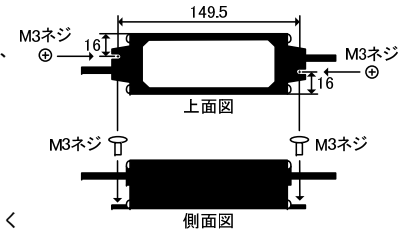

図 3
- 図 3 のように、M3 のネジを適切な締め付けトルク（0.6N・m 以下）にて、指定の場所に確実に行ってください。